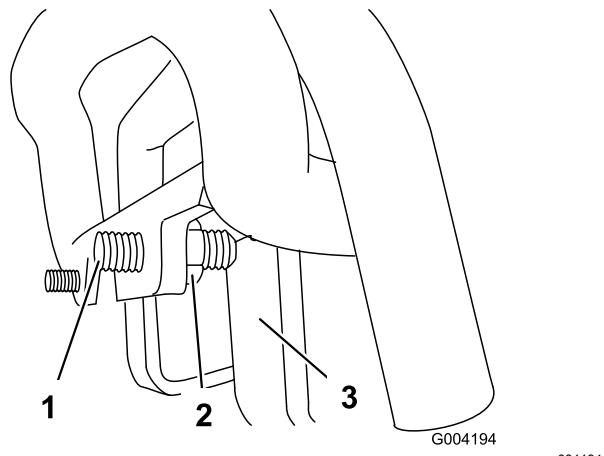

Figura 52
3. Se máquina desviar para a **esquerda**, desaperte a porca de bloqueio **direita** e ajuste o parafuso de afinação do acompanhamento na frente do controlo de tração (Figura 52).
4. Se máquina desviar para a **direita**, desaperte a porca de bloqueio **esquerda** e ajuste o parafuso de afinação do acompanhamento na frente do controlo de tração (Figura 52).